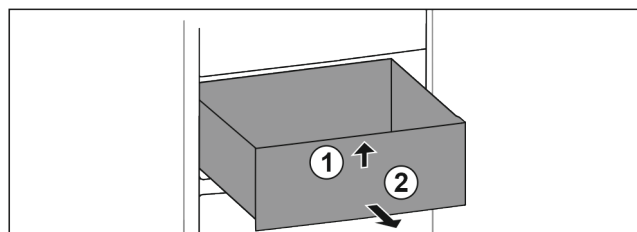

Fig. 124
- ▶ Nadzvedněte zásuvku vpředu. Fig. 124 (1)
- ▶ Vyjměte zásuvku dopředu. Fig. 124 (2)